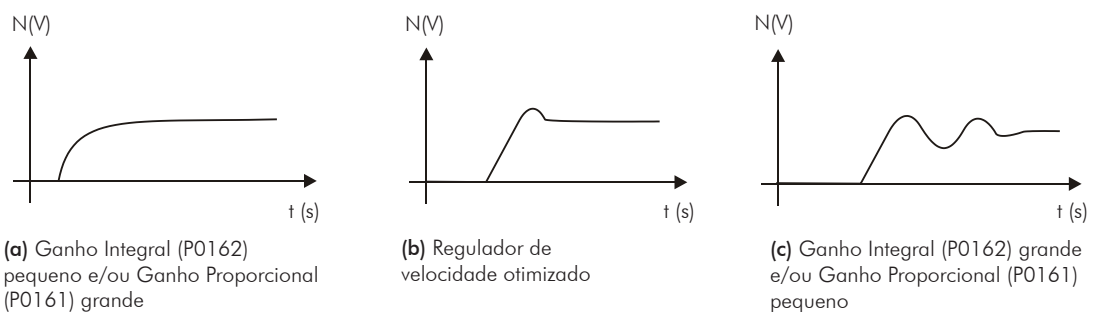

Figura 11.4 - (a) a (c) - Tipos de resposta do regulador de velocidade
6. Verifique dentre as opções da Figura 11.4 na página 11-17 qual a forma de onda que melhor representa o sinal lido.
7. Ajuste P0161 e P0162 em função do tipo de resposta apresentada na Figura 11.4 na página 11-17.